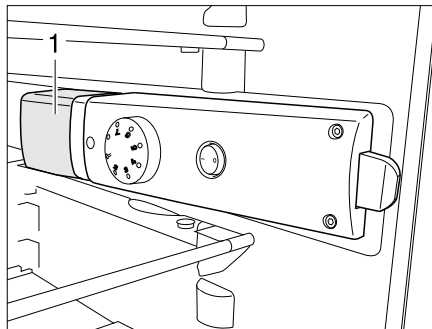

Bild 368 Kühlschrankleuchte
- Von hinten unter die Leuchtenabdeckung (Bild 368,1) fassen und Leuchtenabdeckung ca. 3 mm anheben.